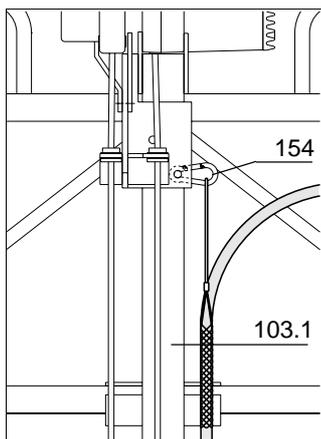

Fig. 1.3
• Conecte o cabo de alimentação ao armário de comando utilizando a ficha tipo CE. A manga de ancoragem (Fig.1.3) evita demasiado esforço sobre a ficha. Está colocada no mosquetão (154) preso ao suporte inferior (103.1). Para comprimentos acima dos 100m, verificar as cargas permitidas no cabo.